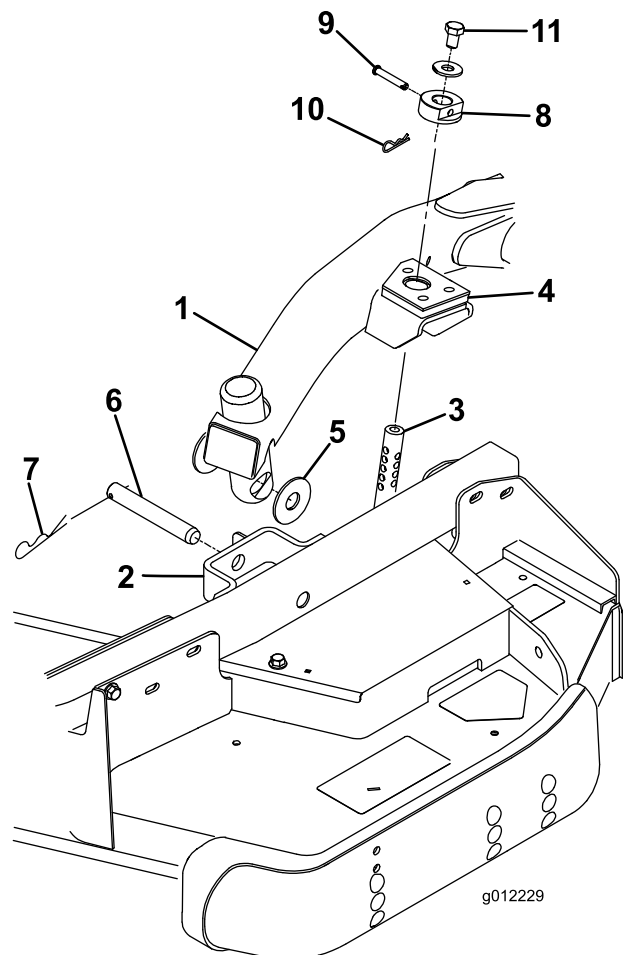

図 4
2. 昇降レバーをフロート位置とする。昇降アームを押し下げて、昇降アームについている穴とキャスタ・アーム・ブラケットについている穴を整列させ、昇降アームのパッドに刈高ロッドを挿入できるようにする(図 4)
3. スラスト・ワッシャ 2 枚、クレビス・ピン、ヘアピン・コッターを使って、昇降アームをキャスタ・アームに固定する。スラスト・ワッシャは昇降アームとキャスタ・アーム・ブラケットの間に入れる(図 4)コッター・ピンを、キャスタ・アーム・タブのスロットに差し込んで固定する。
(図 4)できれば、クレビス・ピンの頭をデッキの前に向けておく。
8. 刈高ロッドのそれぞれの上部に、ボルト (1/2 x 3/4 inch) とワッシャを取り付ける (図 4)。